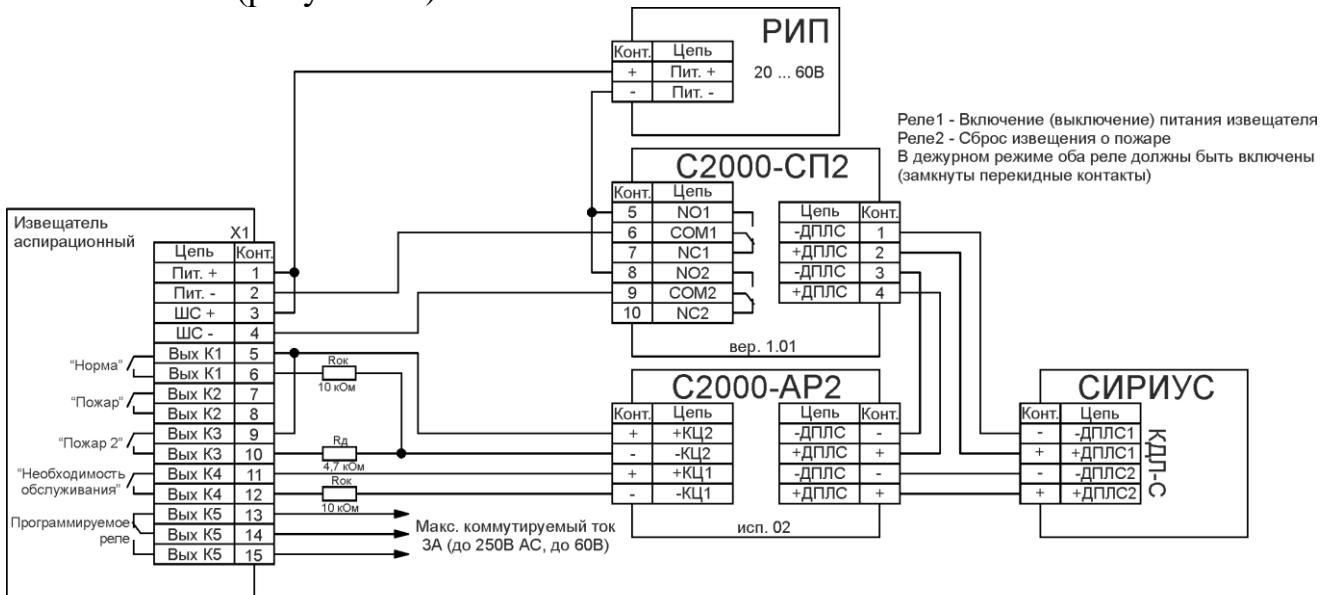

Рисунок 10 – Схема подключения к ППКУП «СИРИУС»
19.2 Схема подключения к ППКУП «СИРИУС» через адресную метку С2000-АР исп.02 (рисунок 10).